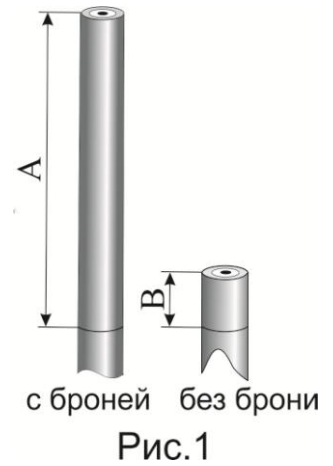

Рис.1
1. Распрямить конец кабеля на длине не менее 700 мм в случае кабеля с броней, на длине не менее 300 мм в случае кабеля без брони. Выполнить кольцевой и продольный надрезы по оболочке кабеля на расстоянии, которое определяется по Таблице 2 (Рис.1).